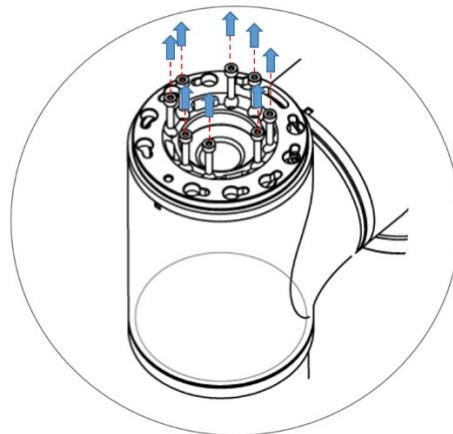

图 3-16 拆卸 J5 轴法兰
**步骤5** 使用内六角扳手拆卸固定 J5 轴法兰的螺钉，取下 J5 轴法兰，如图 3-16 所示。